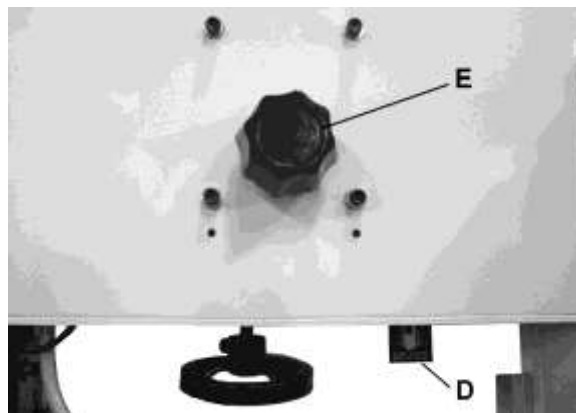

Рис. 8.
4. Используйте индикатор натяжения ленточного полотна (D, Рис. 8) только для примерной настройки. Проверять правильность натяжения следует надавливанием на полотно пальцем.
1. Поворачивайте ручку регулировки хода (Е, Рис. 8) по часовой стрелке, чтобы сдвинуть полотно к передней стороне шкива.